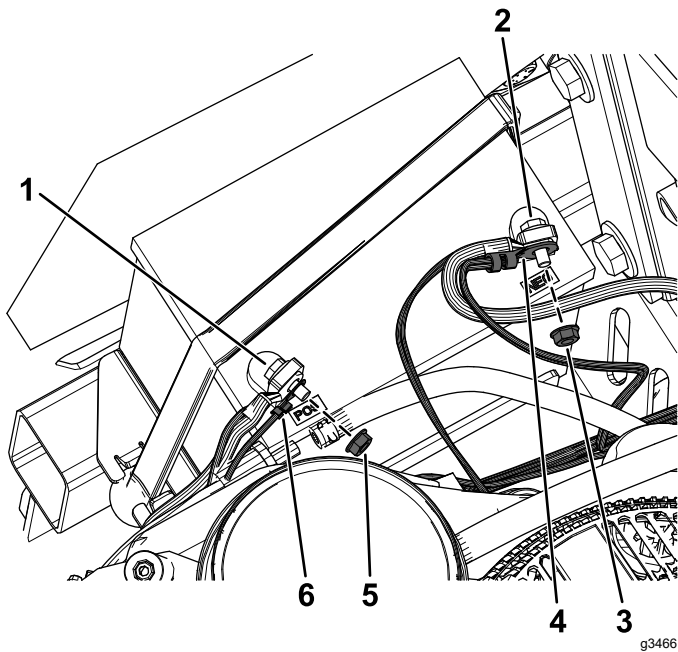

Figura 18
5. Rimuovete il dado dal morsetto positivo della batteria e montate il capocorda positivo del cablaggio preassemblato del kit sul bullone (Figura 18).
6. Fissate il capocorda positivo con il dado rimosso in precedenza (Figura 18).
8. Rimuovete il dado dal morsetto negativo della batteria e montate il capocorda negativo del cablaggio preassemblato del kit sul bullone (Figura 18).
9. Fissate il capocorda negativo con il dado rimosso in precedenza (Figura 18).